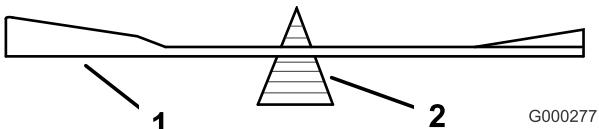

Figure 58
2. Vérifiez l'équilibre de la lame en la plaçant sur un équilibrage (Figure 58). Si la lame reste horizontale, elle est équilibrée et peut être utilisée. Si la lame est déséquilibrée, limez un peu l'extrémité de la partie relevée seulement (Figure 58). Répétez la procédure jusqu'à ce que la lame soit équilibrée.